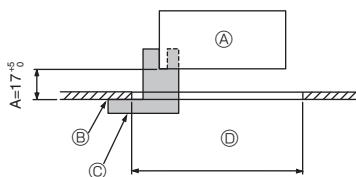

Fig. 9-2
① Rooster	1	950 x 950 (mm)
② Meetplaatje voor installatie	1	(In 4 delen verdeeld)
③ Schroef (4 x 16)	1	Voor PLP-6EA, PLP-6EALE, PLP-6EALME2
④ i-see sensor hoekpaneel	1	Voor PLP-6EA, PLP-6EALE, PLP-6EALME2
⑤ Draadloze afstandsbediening	1	Voor PLP-6EAL2, PLP-6EALME2
⑥ Houder voor afstandsbediening	1	Meegeleverd indien uitgerust met de draadloze afstandsbediening.*
⑦ LR6 AA-batterijen	2	Meegeleverd indien uitgerust met de draadloze afstandsbediening.*
⑧ 3,5 x 16 mm zelftappende schroeven	2	Meegeleverd indien uitgerust met de draadloze afstandsbediening.*
9.2. Voorbereidingen om het rooster vast te maken (Fig. 9-2)
- Met het in deze set meegeleverde meetapparaat ② regelt en controleert u de relatieve positie van het hoofdapparaat ten opzichte van het plafondoppervlak. Als het hoofdapparaat niet goed is geïnposeerd ten opzichte van het plafondoppervlak, kan er luchtelekkage of condensatie ontstaan.